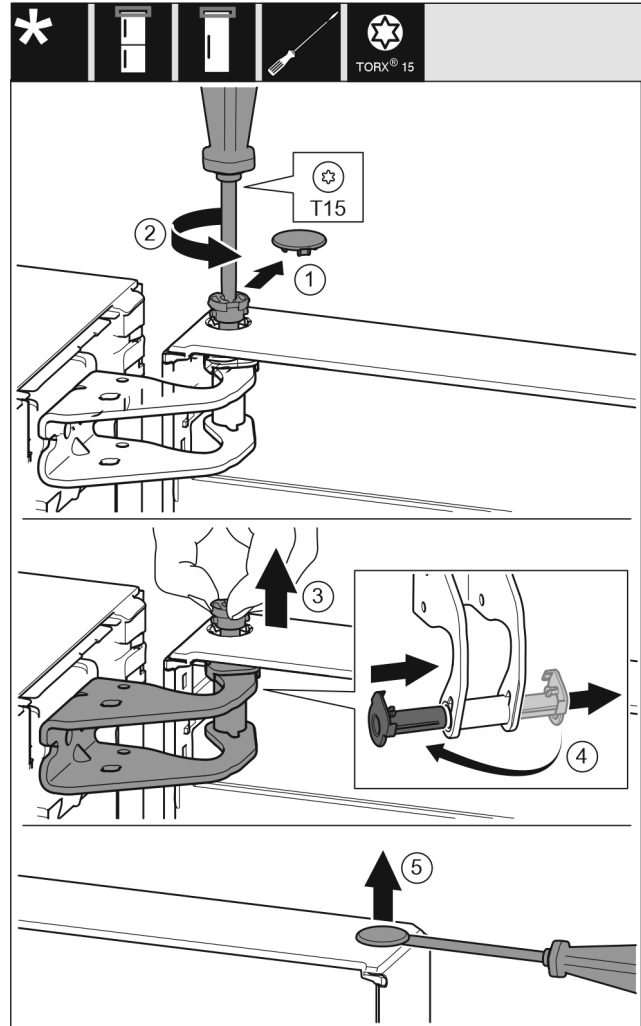

Fig. 7
- ▶ Veiligheidsafdekking voorzichtig eraf trekken. Fig. 7 (1)
- ▶ Bout met schroevendraaier T15 een stukje eruit draaien. Fig. 7 (2)
- ▶ De deur vasthouden en de bout met de vingers eruit trekken. Fig. 7 (3)
- ▶ Lagerbussen uit de geleiding trekken. Op de andere kant aanbrengen en vastklikken. Fig. 7 (4)
- ▶ Stop voorzichtig met een sleufschroevendraaier uit de lagerbus van de deur optillen en eruit trekken. Fig. 7 (5)